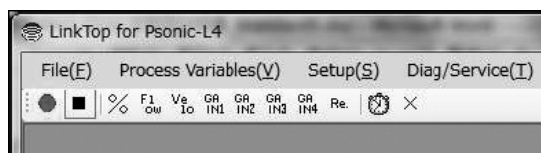

図3-20
- ① 画面上部メニューの「Chart and Recording」をクリックし、「Active」を選び再度クリックすると、画面上部に図3-20 のようなツールバーが表示されます。